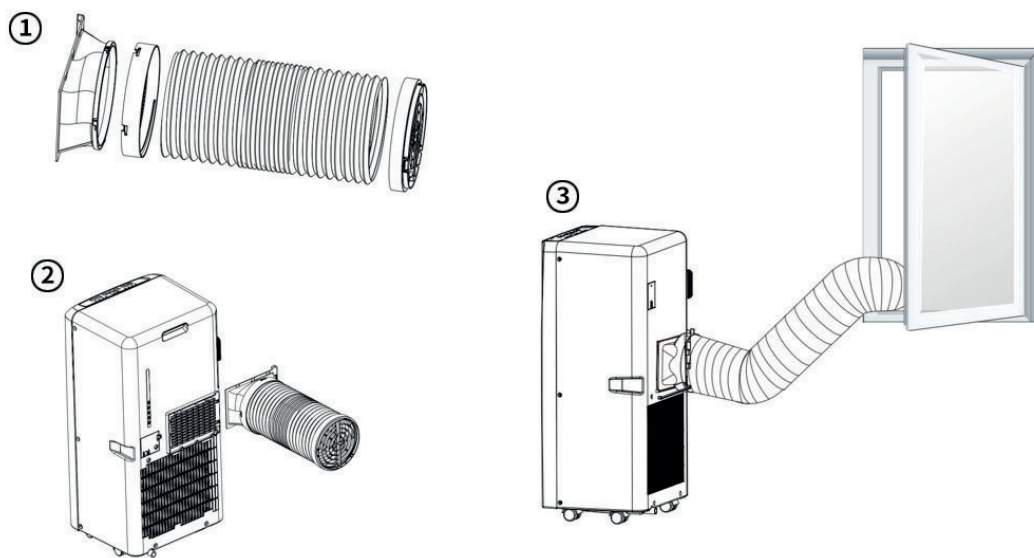

Fig. 4
3. Coloque a outra extremidade da mangueira de exaustão no parapeito da janela mais próxima (ver Fig. 4).